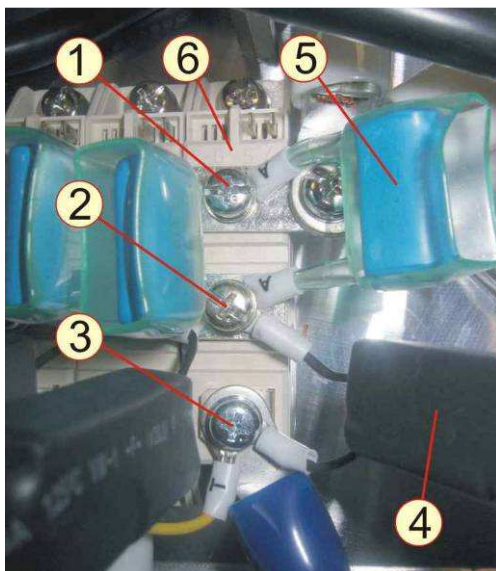

Рисунок 6.29
6.11.3 Выкрутить винты 1, 2, 3 на модуле MD3, снять конденсатор 5 и RC-сборку 4 (рисунок 6.29). Положить винты, конденсатор и RC-сборку в тару.